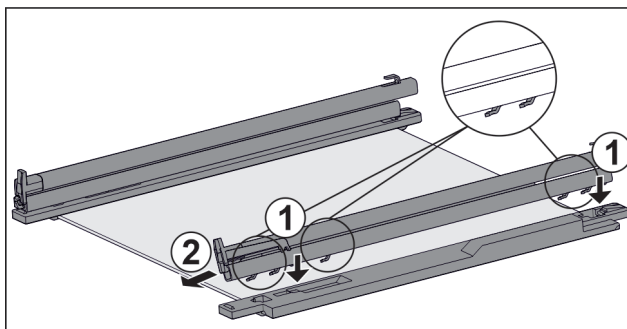

Fig. 38 Стеклаянная пластина с направляющими и крепежными элементами
- ▶ Поместите крючки направляющей в отверстия **левого** крепежного элемента. Fig. 38 (1)
- ▶ Потяните направляющую вперед. Fig. 38 (2)
- ▶ Поместите крючки направляющей в отверстия **правого** крепежного элемента. Fig. 38 (1)